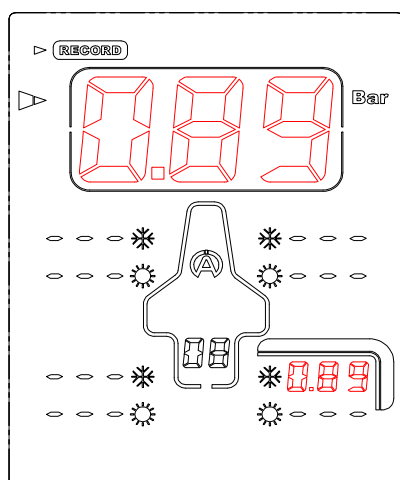

Ilustración 3
- 3) Coloque el sensor del Tyrecontrol en la válvula del neumático (*ilustración 3*).